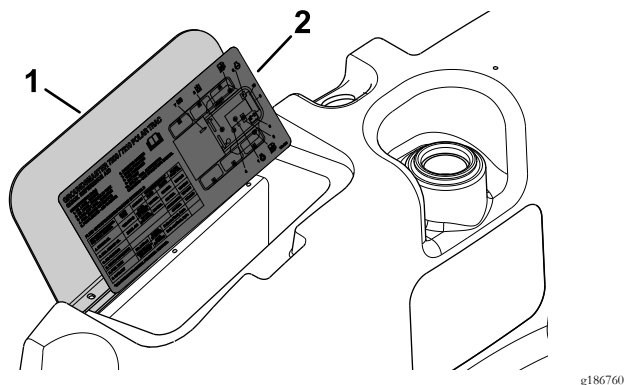

Figura 1
1. Limpe a placa de cobertura para garantir uma adesão adequada quando aplicar o autocolante (Figura 1).
2. Retire a parte posterior e aplique o autocolante na placa de cobertura (Figura 1).